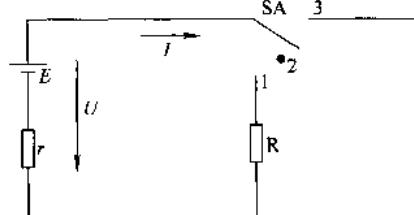

图 1—17 电路的三种状态
(2) 开路（断路） 如图 1—17 所示，开关 SA 接通“2”号位置，电路处于开路状态。在开路状态下，负载电阻 $R \rightarrow \infty$ 或电路中某处的连接导线断开，则电路中的电流 $I = 0$ ，内阻的电压降 $U_{\text{内}} = Ir = 0$ ， $U_{\text{外}} = E - Ir = E$ ，即电源的开路电压等于电源的电动势。
(3) 短路 如图 1—17 所示，开关 SA 接通“3”号位置，电源被短接，电路中短路电流 $I_{\text{短}} = E/r$ 。由于电源内阻一般都很小，所以 $I_{\text{短}}$ 极大，此时，电源对外输出电压 $U = E - I_{\text{短}}r = 0$ 。